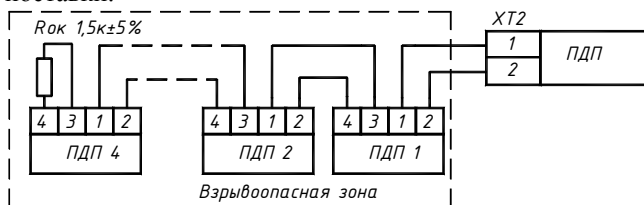

Рис.2.2 Подключение ПДП
Подключение ПДП проводить согласно схеме на рис.2.2
- подключить жилы кабеля к контактам клемм «ХТ1» и «ХТ2» согласно схеме приведенной на Рис.2.2, на дальнем от ППУ пульте установить окончательный резистор номиналом 1,3кОм из комплекта поставки;